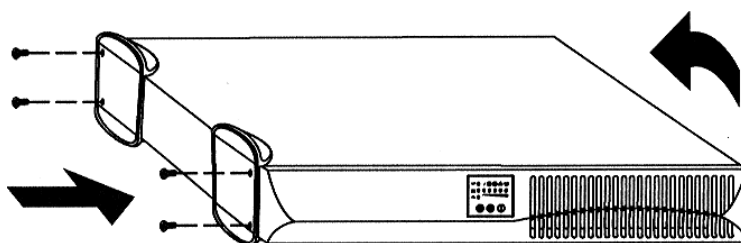

図 7. UPS へのペDESTAL(台座)の取付け
2. 図 7 のように、EBM 同士のリアパネルの隣接するねじを外して下さい（隣接する左右 5 個のねじを外して下さい）。
UPS の重量が均等に分散されるように、ペDESTAL(台座)を装置の端にスライドさせて取り付けて下さい (図7を参照して下さい)。